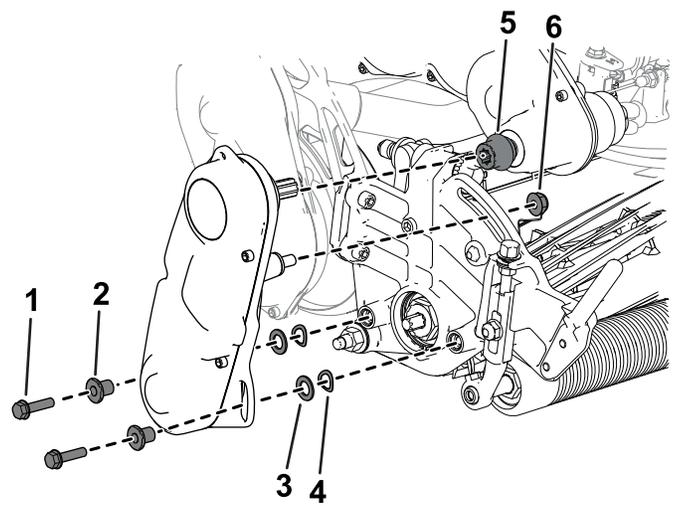

Figura 33
6. Utilice los tornillos allen, las arandelas y los espaciadores que retiró anteriormente para sujetar el conjunto de transmisión del molinete a la placa lateral de la unidad de corte (Figura 33).
Asegúrese de que el árbol del conjunto de transmisión del molinete está instalado en el acoplamiento del árbol de la transmisión (Figura 33).